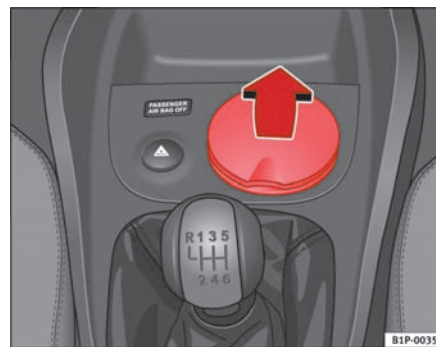

Fig. 99 Askebæger i drikkevareholder foran
- Løft afdækningen for at åbne askebæget ⇒ side 128, fig. 99.